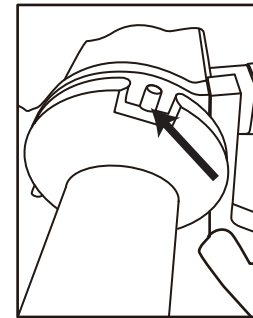
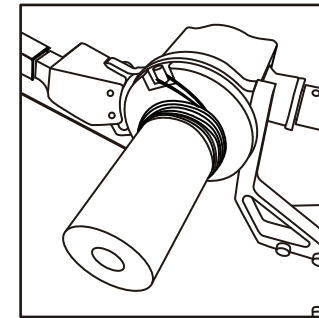

Figure 3
Figure 4
A. Lorsque vous tirez sous terre ou par le bas, faites une boucle à l'extrémité du ruban polyligne/mule et fixez l'œil autour de la tige pour ruban polyligne/mule (10) sur le cabestan (1) (figure 3). Cela permettra au ruban polyligne/mule de s'accumuler de façon continue sur le cabestan (1) (figure 4). Mettez la perceuse de 18 volts en marche **ARRIÈRE** et obtenez un résultat similaire à celui de la plupart des extracteurs classiques.